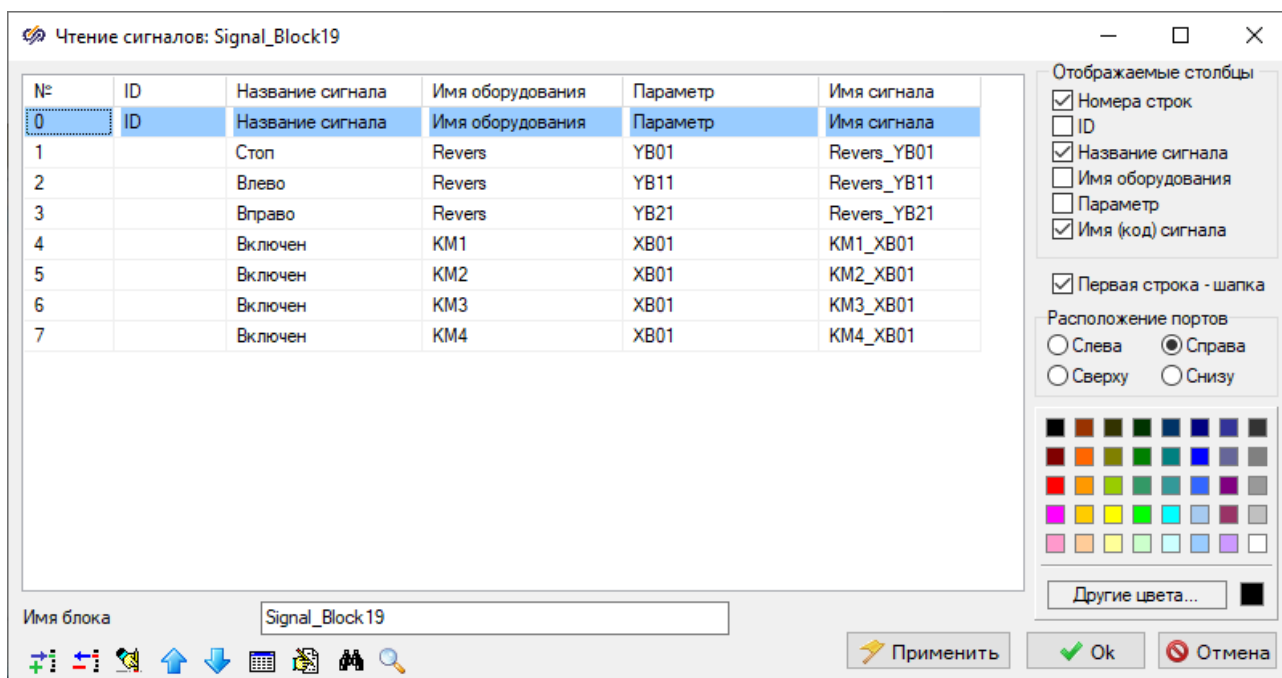

Рисунок 5.6.7. Список переменных блока «Вход алгоритма».
- 8) Нажмите на кнопку «**Ok**». После нажатия редактор базы сигналов закрывается, а окно редактора списка сигналов блока «**Вход алгоритма**» приобретает вид, как показано ниже (Рисунок 5.6.7).